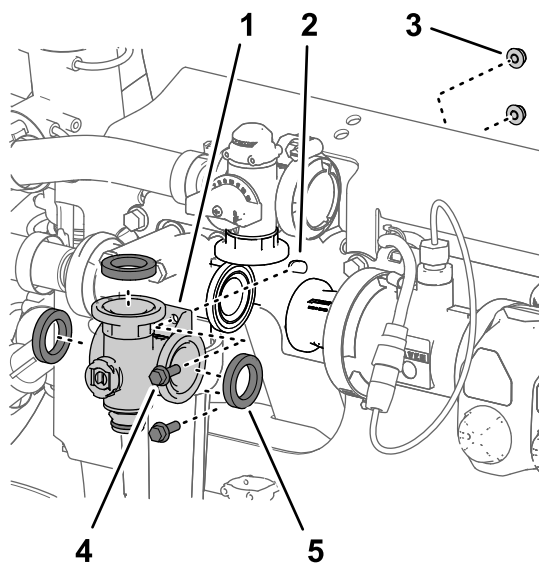

Figura 124
3. Retire os 2 parafusos de cabeça flangeada (1/4 pol. x 3/4 pol.) e as 2 porcas de bloqueio flangeadas (1/4 pol.) que prendem o coletor da válvula de agitação ao suporte da válvula (Figura 124).
4. Retire o coletor da válvula de agitação e as juntas da máquina (Figura 124).